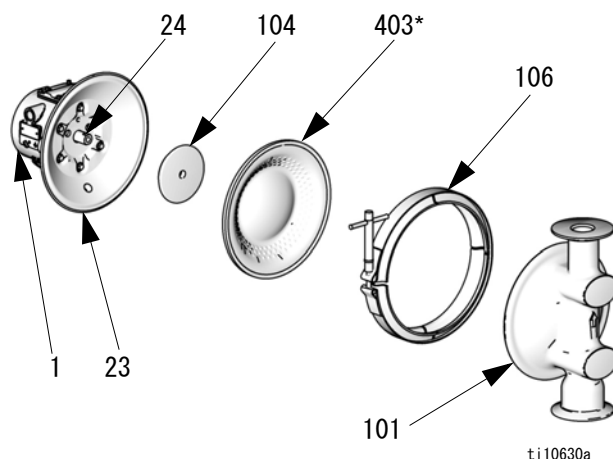

図 12
3. 液体カバー (101) をエアカバー (23) に保持しているクランプ (106) を外します。液体カバー (101) をポンプから引き抜きます。図 12 を参照してください。
5. ダイヤフラムは手で締めて組み立てられています。緩めるには、両方のダイヤフラムの外周をしっかりと握って、反時計回りに回します。片側のダイヤフラムアセンブリが外れ、反対側はシャフトに付いたまま残ります。外れた側のダイヤフラム (403) とエア側プレート (104) を外します。
6. 反対側のダイヤフラムアセンブリとシャフト (24) を、センターハウジング (1) から外します。シャフトの平らの部分を 19 mm スパナで固定し、シャフトからダイヤフラムとエアサイドプレートを外します。
7. ダイヤフラムシャフト (24) に摩耗やひっかき傷がないか点検します。損傷が見つかった場合には、軸受 (19) を外さずに点検します。軸受が損傷している場合には、24 ページを参照してください。
8. 0 リングピックをセンターハウジング (1) に差し込み、U カップパッキン (402) に引っかけて、ハウジングから取り出します。このステップは、軸受 (19) を外さずに実行できます。